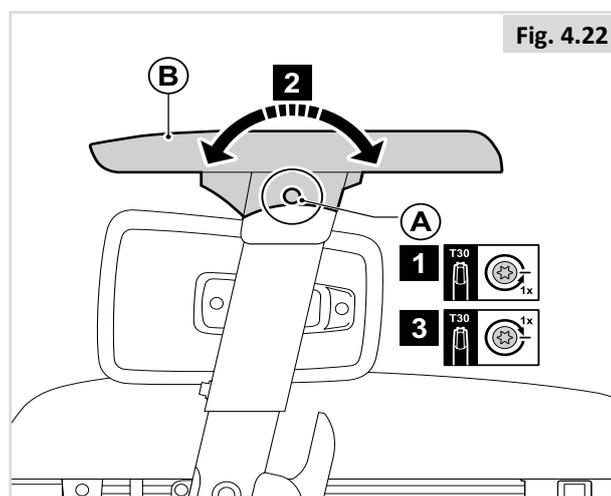

Fig. 4.22
**Angle de l'accoudoir (Fig. 4.22)**
1. Desserrez (A) d'un tour.
2. Réglez (B) à la position désirée.
3. Resserrez (A).